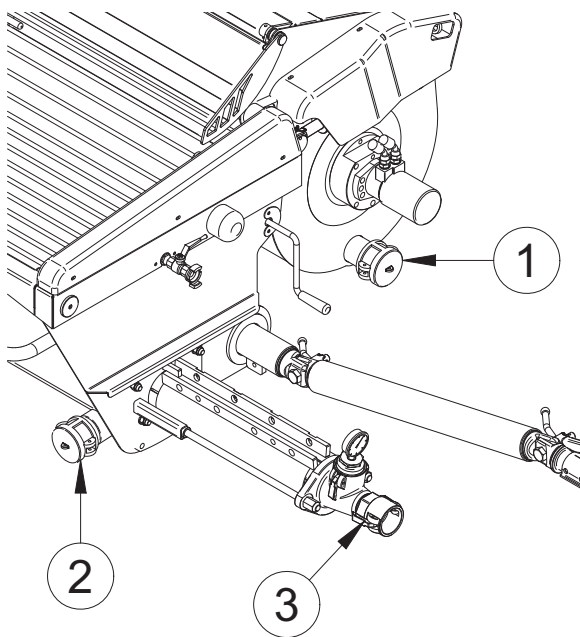

Fig. 10
- Quite el tapón para vaciar la mezcladora (fig. 10, ref.1) o vacíela en la tolva.
- Quite el tapón de la tolva (fig. 10, ref.2).
- Vuelva a colocar el tapón de la tolva (fig. 10, ref.2) y llénela de agua.
- Ponga la máquina en marcha durante algunos segundos hasta que salga agua limpia por el colector (fig. 10, ref.3): esto es una prueba de que la bomba está limpia.